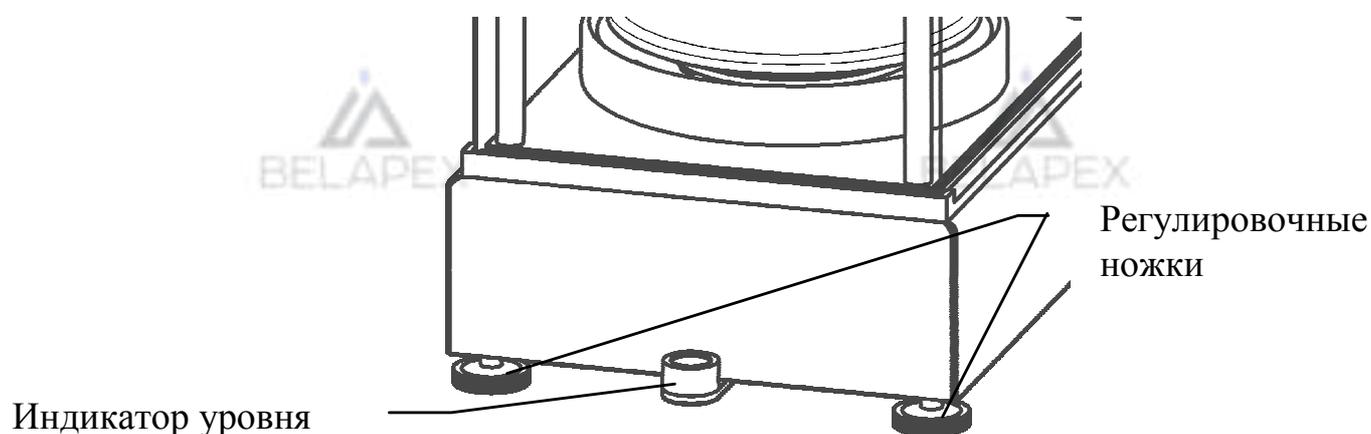

Рисунок 6 – Регулировочные ножки и индикатор уровня
3.2.3.7 Выставьте блок весоизмерительный по уровню с помощью регулировочных ножек (рисунок 6): пузырек воздуха индикатора уровня не должен выходить за границы малого круга.